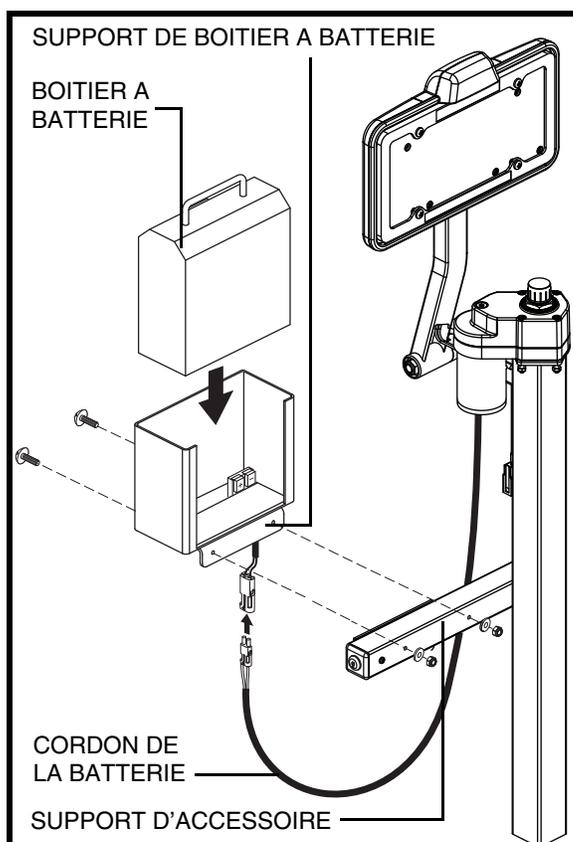

Figure 9. Installation de la batterie interne
1. Alignez les orifices de montage du support à batterie avec ceux du support d'accessoires situés sous le tube de la clé de contact. **Voir la figure 9.**
2. Fixez le boîtier à batterie sur le support à l'aide de la trousse fournie avec le boîtier. **Voir la figure 9.**
4. Branchez le cordon sous le boîtier avec le connecteur du câble du moteur. **Voir la figure 9.**